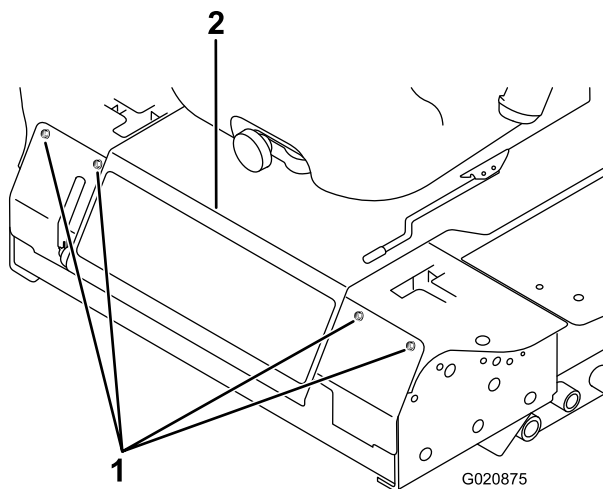

Рисунок 52
3. Снимите болты крепления передней панели и снимите переднюю панель (Рисунок 52).